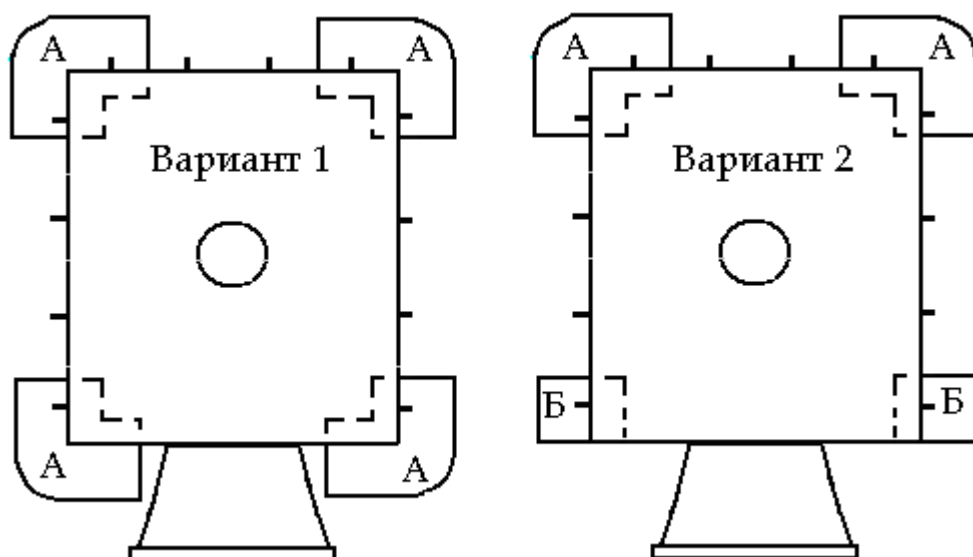

Рис. 4. Установка башмаков печи «Сударушка К»
- в нижнюю часть ажурного щитка (7) установить опору камней (8);
- в вырез щитка (6) установить и закрепить саморезами тоннель каменки (10);
- на верхнюю кромку тоннеля каменки (10) надеть крышку (11)
- пространство между топочным агрегатом и ажурным щитком (7) заполнить банным камнем.
5.4. Сборка облицовки Сударушки К (см.рис.4и 5):
- установить башмаки (А) прижав их вырезами к ногам основания печи вариант 1, установить башмаки (Б) как указано на (рис.4) вариант 2;